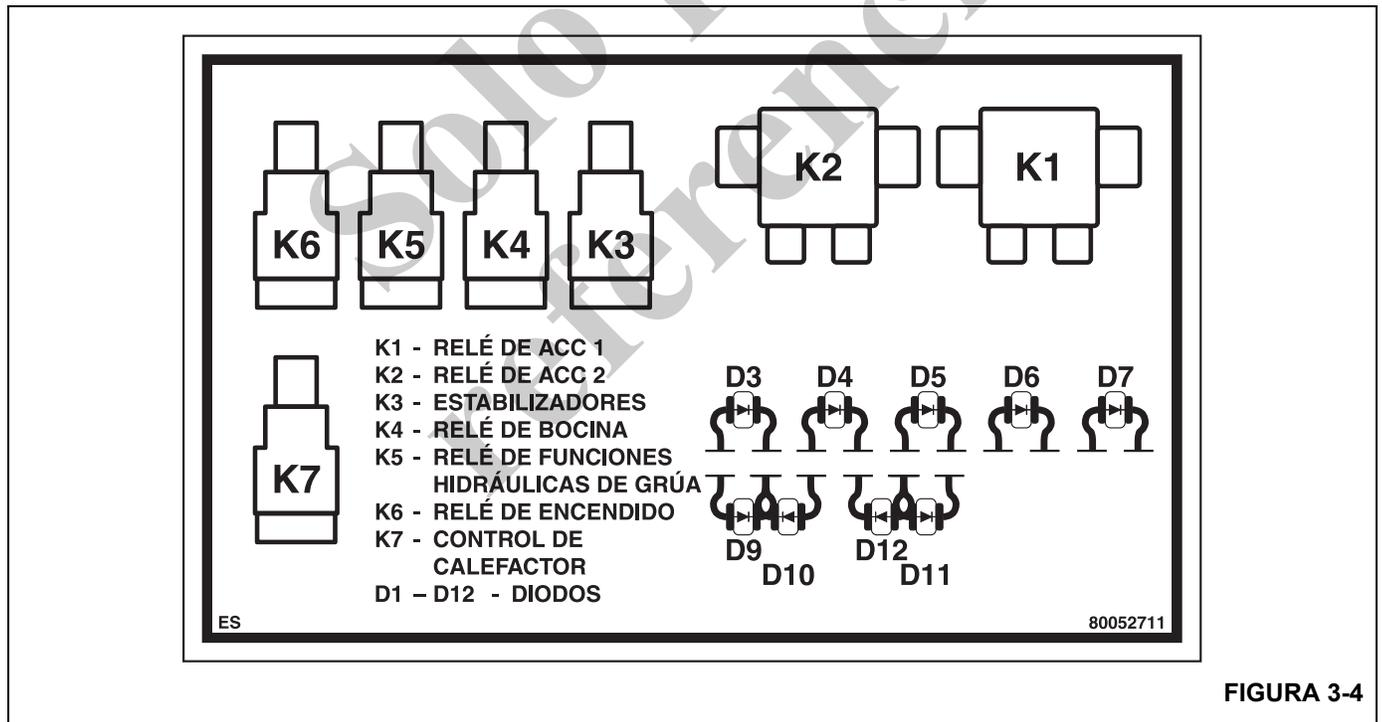

FIGURA 3-4
La mayoría de los circuitos eléctricos de la superestructura está protegida por los componentes del panel de relés (Figura 3-4) y del panel de fusibles (vea la Figura 3-2).
El panel de fusibles se encuentra en la pared trasera de la cabina, detrás del asiento, y contiene 20 fusibles. Para acceder a los fusibles, afloje los tornillos mariposa y retire la cubierta. Una etiqueta (Figura 3-4) en la cubierta identifica cada fusible, su función y su capacidad de corriente. Los fusibles 1, 2, 3, 4, 5 y 6 están energizados cuando se conecta la batería. Los fusibles del 7 al 16 se energizan cuando la batería se conecta y el interruptor de encendido está en la posición de marcha (1) o de accesorios (3).
La superestructura tiene 7 relés (Tabla 3-4) (Figura 3-3 y 3-4) que controlan muchas de sus funciones. Los relés se encuentran en el tablero de relés de la superestructura (Figura 3-4).